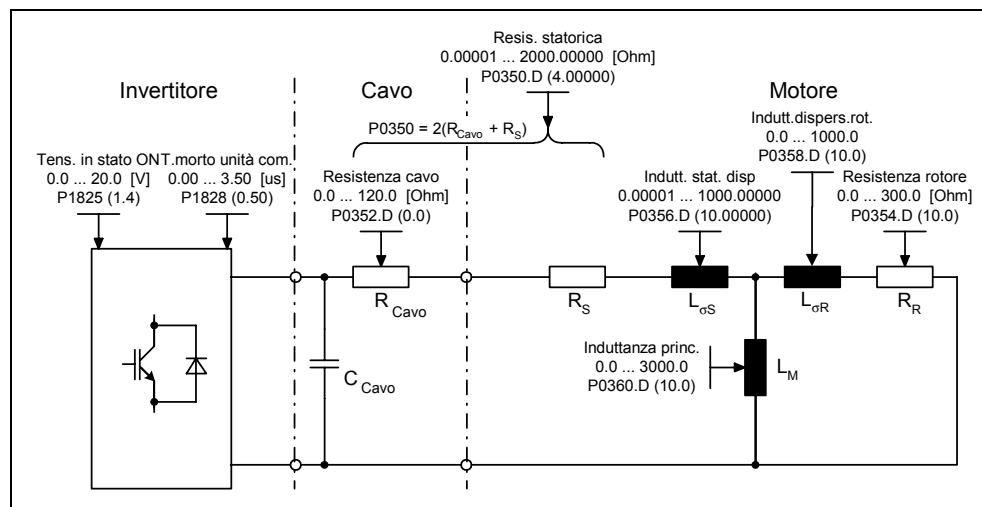

Figura 3-23 Circuito equivalente (ESB)
- Dati circuito equivalente (ESB, vedi Figura 3-23) → P1910 = 1
Al primo avvio dell'identificazione dati del motore, partendo dai dati di targa, vengono determinati mediante P1910 = 1 i seguenti (dati di taratura) (vedi Figura 3-23):